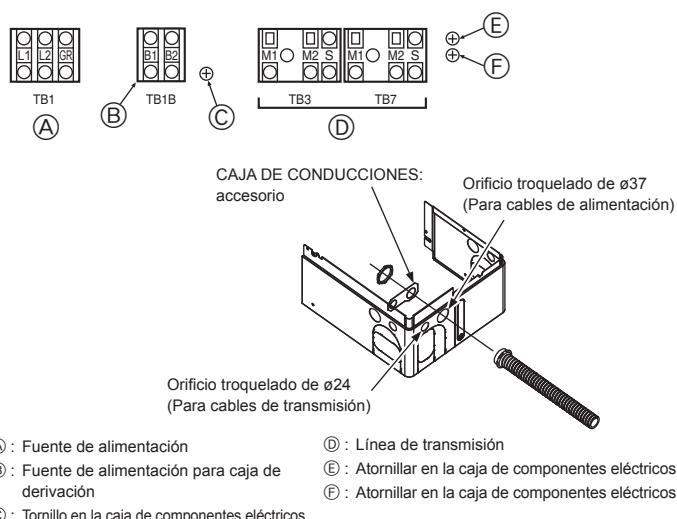

Fig. 7-1
7.2. Caja de control y posición de conexión de los cables (Fig. 7-1)
- Si utiliza cables blindados, conecte la toma de tierra blindada de la línea de transmisión de la caja de derivación al tornillo (Ⓔ o Ⓜ) y conecte la toma de tierra blindada de la línea entre las unidades exteriores y la línea de transmisión del sistema de control centralizado al terminal (S) blindado del terminal (S) blindado del bloque de terminales del control centralizado (TB7). Además, en el caso de las unidades exteriores cuyo conector de alimentación CN41 se ha sustituido por el CN40, el terminal blindado (S) del bloque de terminales (TB7) del sistema de control central también debe conectarse al tornillo (Ⓔ o Ⓜ) utilizando el cable suministrado.